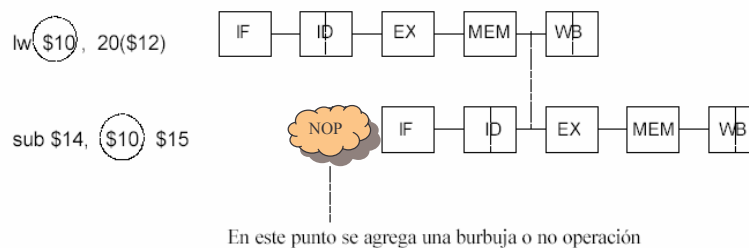

Figura 9. Inserción de no-op para evitar riesgo de datos en el registro \$10
- Inserción de paradas (*Stall insertion*): es posible insertar una o más paradas en el *pipeline* (no-op) que retarden la ejecución de la instrucción actual, hasta que el dato requerido sea escrito en el archivo de registros (Figura 9).